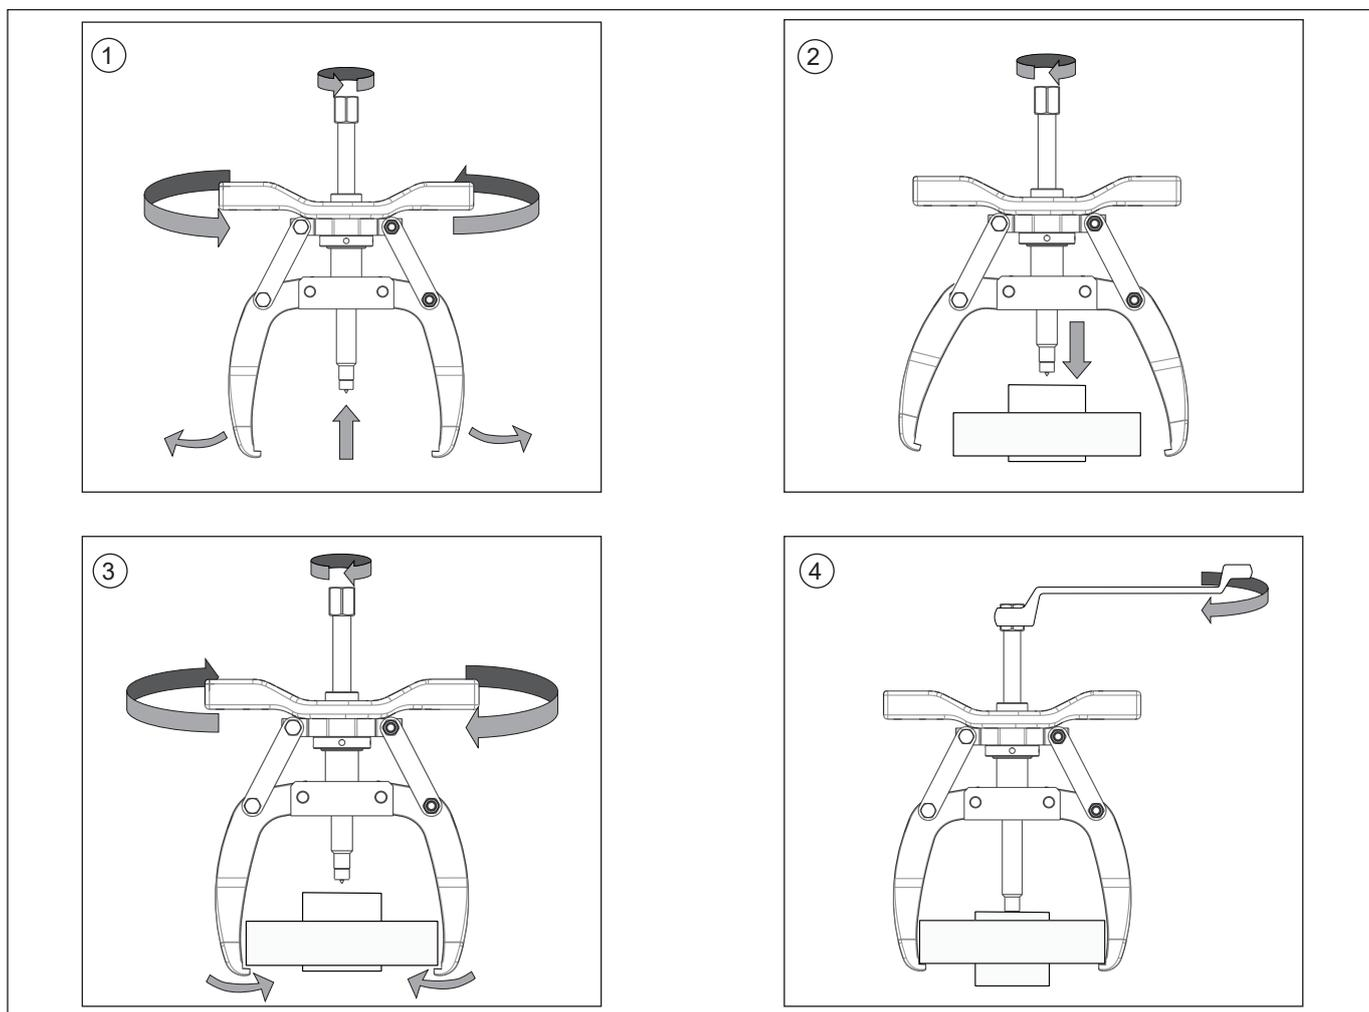

Figura 3, Passos para instalação do extrator
1. Gire o eixo para ajustar sua altura para cima ou para baixo. Gire o cabo para aumentar ou diminuir a abertura da garra. Abra as garras e retraia o eixo suficientemente para colocá-lo sobre a peça de trabalho. Consulte a Figura 3, imagens 1 a 4, ao executar os passos seguintes.